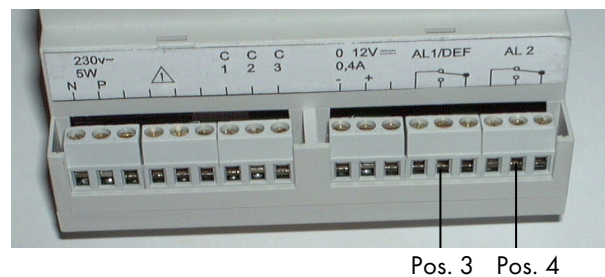

Figura 4
- Il relè 1 (REL 1) in "sicurezza positiva" corrisponde alla prima soglia di allarme gas ed allarme "DIFETTO". Questo relè è dotato di contatti RCT disponibili sulla morsettiera dell'SV 4B (Pos. 3, Figura 4).
- Il relè 2 (REL 2) in "sicurezza negativa" corrisponde alla seconda soglia gas. Questo relè è inoltre dotato di contatti RCT disponibili sulla tastiera dell'SV 4B (Pos. 4, Figura 4).